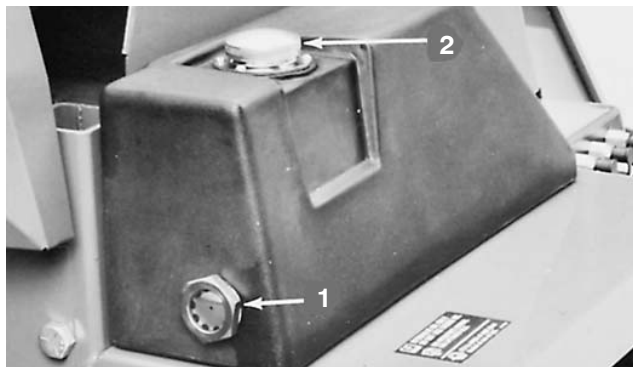

Bild 10
1. Prüfen Sie den Flüssigkeitsstand täglich durch das Sichtfenster hinten am Hydraulikbehälter (Bild 10). Bei kaltem Öl sollte der Stand etwas unter der Mitte liegen, bei warmem Öl sollte der Stand in der Mitte des Sichtfensters liegen.
2. Füllen Sie bei niedrigem Ölstand Hydrauliköl in den Behälter (Bild 10). Weitere Informationen finden Sie unter „Warten der Hydraulikanlage“ auf Seite 46.